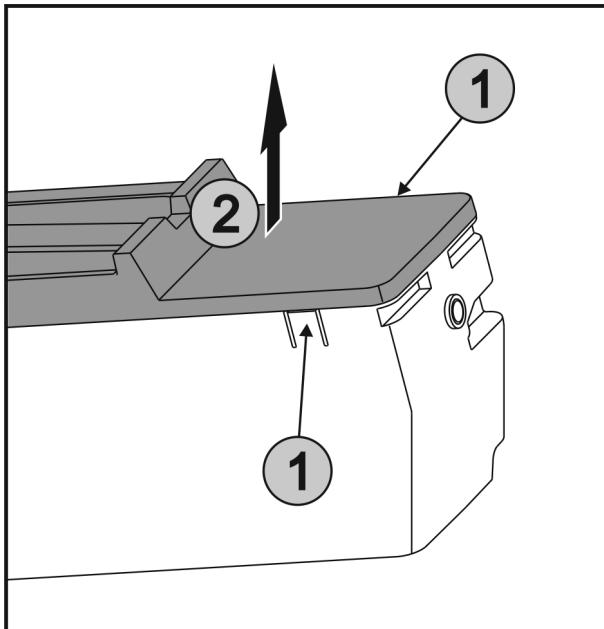

Fig. 38
- ▶ Súčasne stlačte spony Fig. 38 (1) na oboch stranach EasyTwist-Ice a odoberte kryt Fig. 38 (2) nahor.